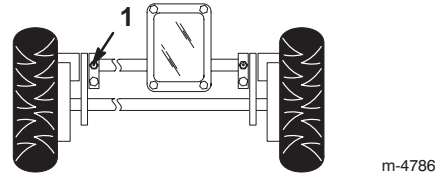

Bild 26
1. Wischen Sie die Schmiernippel mit einem sauberen Lappen ab (Bild 26).